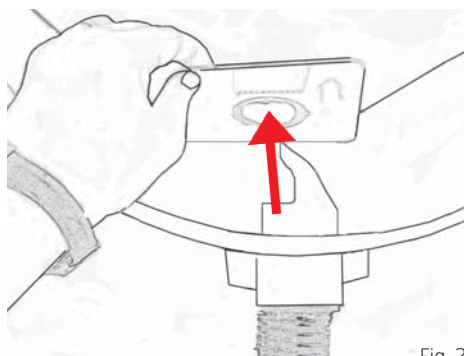

Fig. 23
5. Ta bort støvposen ved å vri den litt slik at opphøyninger på stuss passer med spor i pappbrikken. Dra ut posen forsiktig, Fig. 23. Trekk ut klaff på posens pappbrikke for å hindre at posens innhold lekker ut.